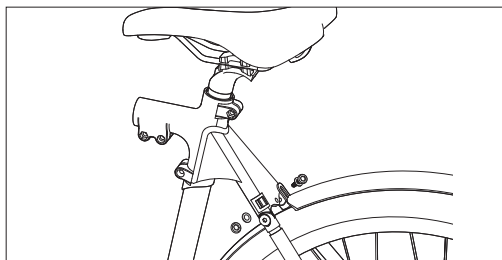

Figura 6-1
- Dopo aver allineato il parafrangente con il foro della vite, serrare nuovamente le viti di montaggio per fissarlo sul giunto del tubo sella, come mostrato in **Figura 6-1**.